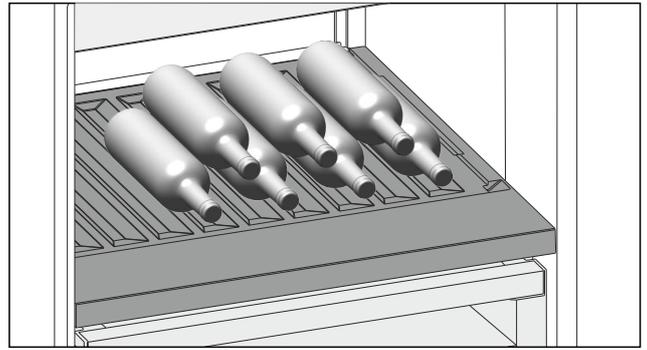

Fig. 97
- ▶ Introduzca las botellas con la base orientada hacia la pared posterior. (consulte Fig. 97)